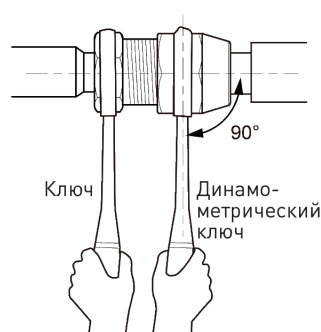

Рис. 4.14
3) Затяните конусные гайки динамометрическим ключом до щелчка (возьмитесь за рукоятку ключа и расположите ее под прямым углом к трубе, как показано на Рис. 4.14).